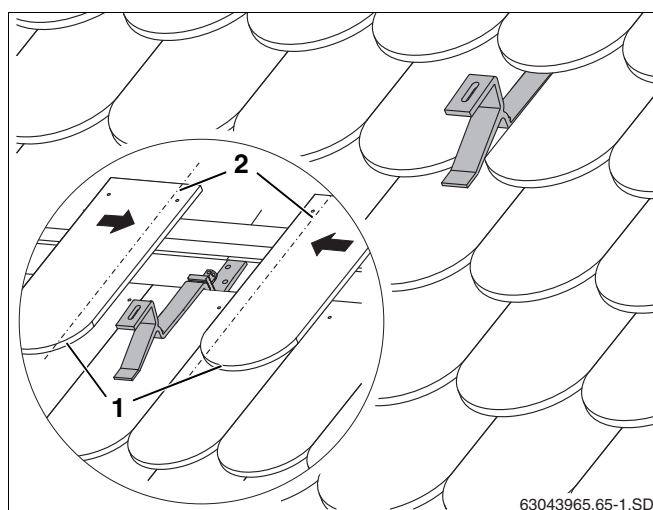

Рис. 20 Кровельный крюк на крыше, покрытой черепицей
- ▶ Обрежьте примыкающую плоскую черепицу (рис. 20, поз. 1) (по штриховой линии, рис. 20, поз. 2).